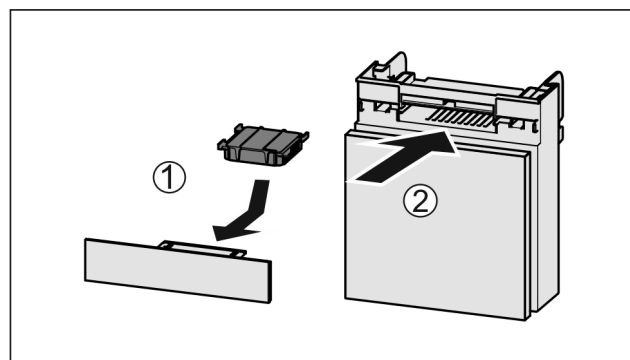

Fig. 264
- Introduceți Fig. 264 (1) filtrul de cărbune activ după cum se vede în figură.
- Împingeți Fig. 264 (2) compartimentul în interior.